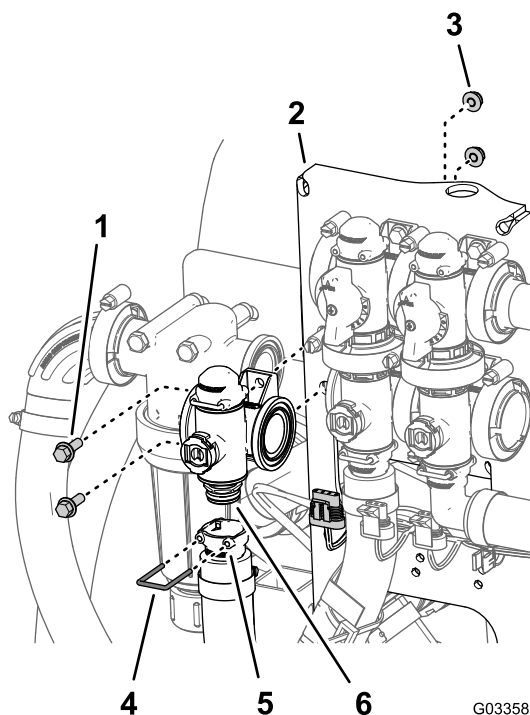

図 111
2. 散布量制御バルブ用のマニホールドカップリングに出口フィッティングを固定しているリテーナを外す 図 111。
3. 散布量制御バルブをバルブマウントに固定しているフランジヘッドボルト $\frac{1}{4} \times \frac{3}{4}$ "2本とフランジロックナット $\frac{1}{4}$ "2個を外してバルブマニホールドを機体から取り外す 図 111。